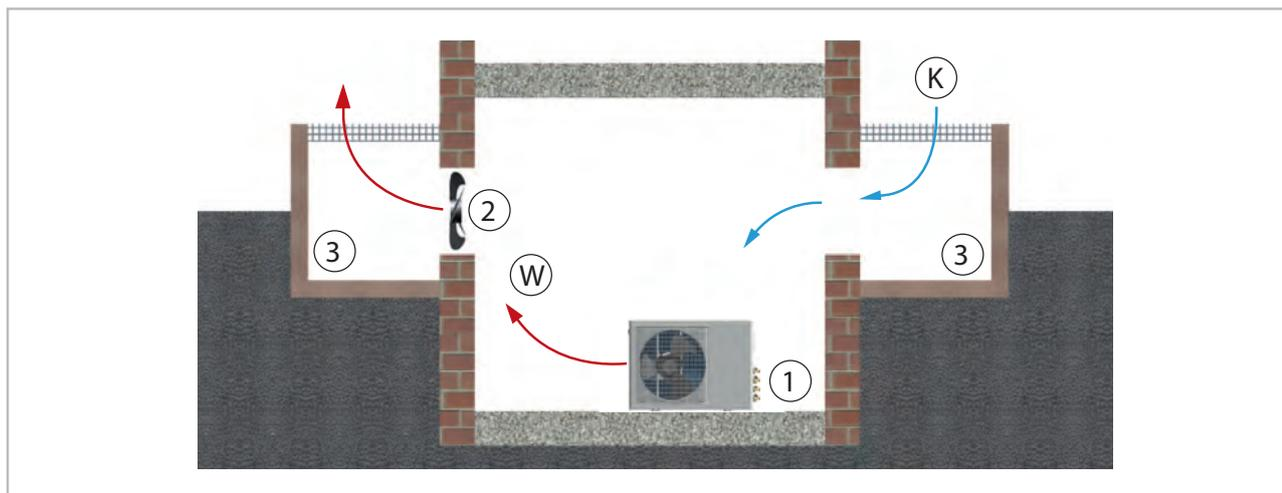

Abb. 23: Aufstellung im Gebäudeinneren
- Sorgen Sie für eine ausreichende Wärmeabfuhr, wenn das Außenteil im Keller, auf dem Dachboden, in Nebenräumen oder Hallen aufgestellt wird (Abb. 23).
- Installieren Sie einen zusätzlichen Ventilator, der über den gleichen Luftvolumenstrom des im Raum aufzustellenden Außenteiles verfügt und der eventuelle zusätzliche Druckverluste durch Luftkanäle kompensieren kann (Abb. 23).